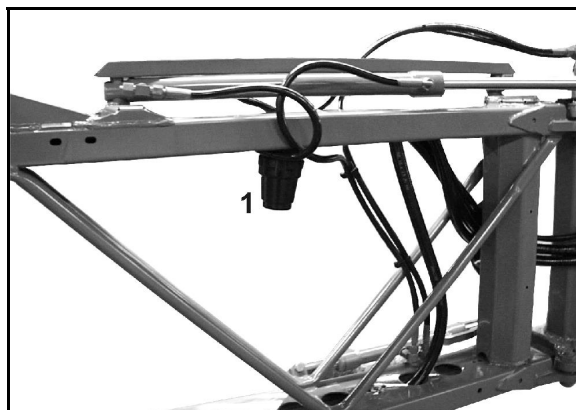

Fig. 162
- Limpe os filtros de tubo (Fig. 162/1).